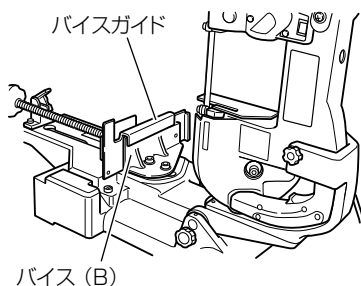

図 7
- (1) バイス (B) を固定している M10 六角穴付ボルト (2 本) を付属品の 8 mm 六角棒スナナでゆるめます。
- (2) 本体を下げた状態にしてバイスガイド (図 7) の ① 部を帯のこ側に ② 部をガイドプレートに押付けます。
- (3) バイスガイドの ③ 部とスケールの目盛 0° の位置が合うよう M4 プラスナベネジでスケールの位置決めをします。
- (4) バイス (B) をバイスガイドの ③ 部に当て M10 六角穴付ボルト (2 本) で締付け、バイス (B) を確実に固定してください。